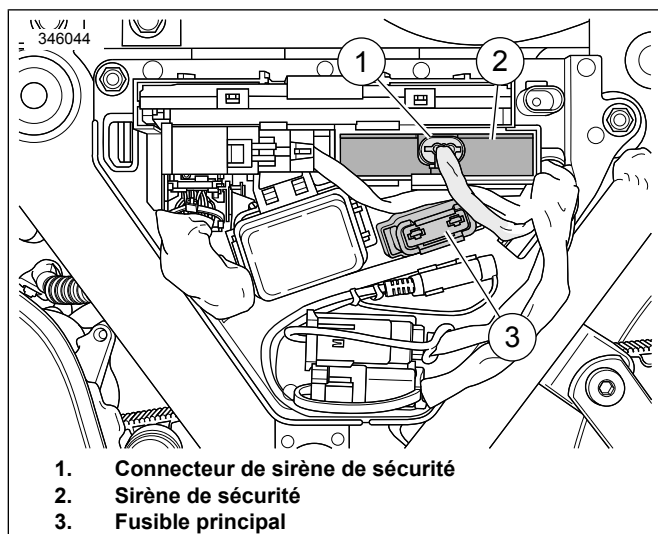

Figure 19. Touring et Trike 2014 et ultérieurs
4. Figure 19 Retirer le fusible principal (3).
5. Installer la sirène de sécurité (2).
6. Brancher le connecteur de la sirène de sécurité (1).
7. Poser le fusible principal (3).